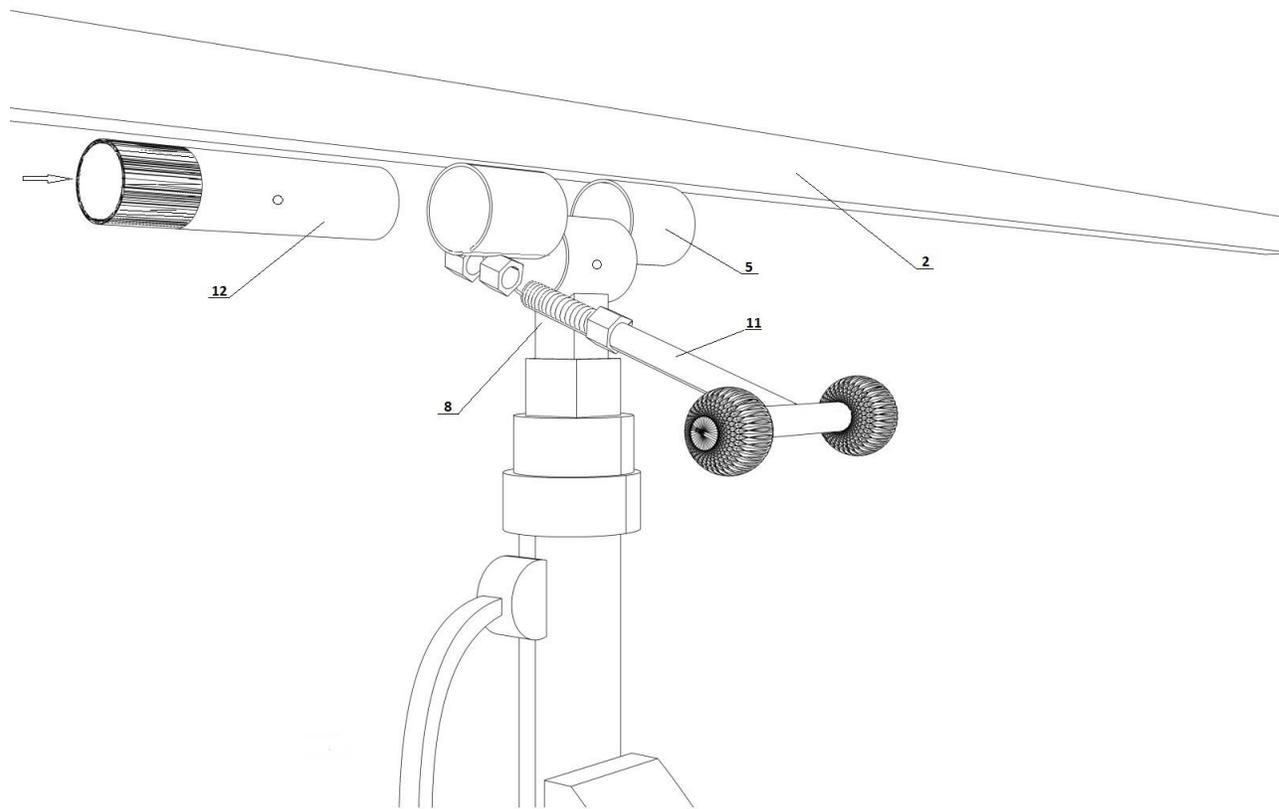

Рис. 3
| 1. Корпусная мачта | 12. Ось шарнира поворотного (рис. 3) |
5.4. Установите корпус-мачту вертикально. Вставьте в проушину шарнира поворотного (5) продольной балки (2) втулку удлинителя выдвижной штанги(8), проденьте ось шарнира (12) и зафиксируйте ее стопорным винтом через отверстие во втулке удлинителя выдвижной штанги (см. рис. 3). Ввинтите в зажимную втулку поворотного шарнира рычаг (11). (см. рис.3).